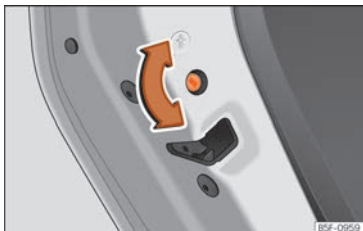

Fig. 55 Seguro para niños de la puerta izquierda.
- Con la puerta abierta, gire la ranura con la llave del vehículo en sentido horario para las puertas izquierdas >>> **fig. 55** y en sentido anti-horario para las puertas derechas.
- Con la puerta abierta, gire la ranura con la llave del vehículo en sentido anti-horario para las puertas izquierdas >>> **fig. 55** y en sentido horario para las puertas derechas.